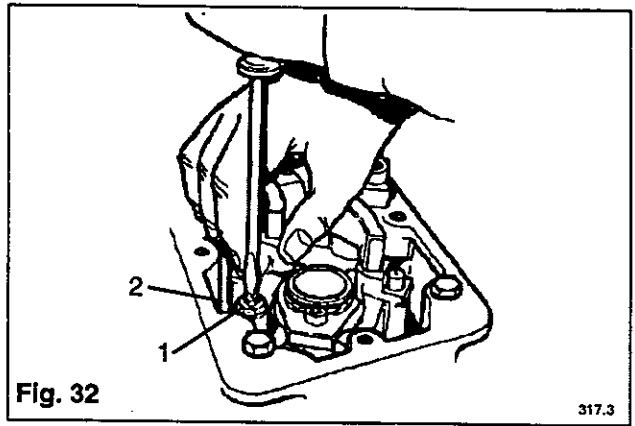

Fig. 32
Après avoir tourné le moteur dans la position correcte, vérifier que les culbuteurs d'admission et d'échappement ont du jeu avant de passer à l'opération suivante. Desserrer le contre-écrou (1) de chaque pont de soupape, dévisser la vis de réglage (2) jusqu'à ce que la partie fixe du pont de soupape soit en appui sur la soupape correspondante, puis en appuyant d'une main sur l'arête supérieure visser la vis de réglage jusqu'à ce qu'elle touche la soupape, équilibrant ainsi la levée de soupapes. Rebloquer le contre-écrou sans bouger la vis de réglage (voir Fig. 32).